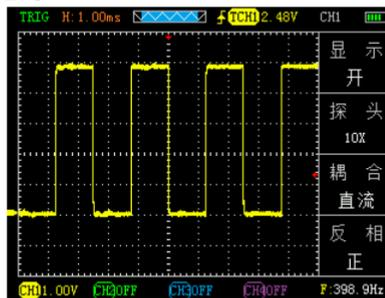

图 2-8
- 如设置垂直方向为 1.00V/div,操作步骤如上例。如图 2-8